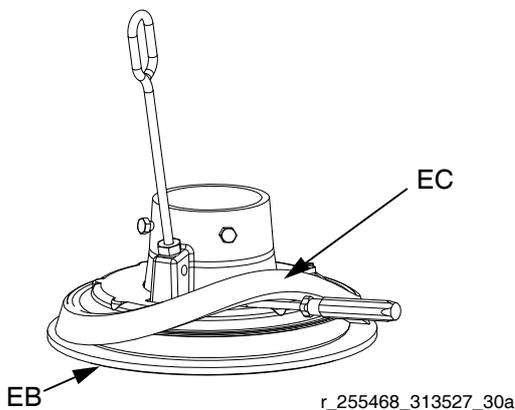

FIG. 17: Coulisement de l'entretoise
3. Ensuite, incliner l'entretoise (EC) à la main et sortez-la du plateau, en la rabattant par dessus la bride et les racleurs inférieurs (EB). Voir la FIG. 17.
4. Conserver l'entretoise (EC), car elle est nécessaire pour d'autres applications.
2. Veiller à ce que le grand diamètre de l'entretoise (EC) soit bien orienté vers le **bas**. Soulever l'entretoise (EC) à la main jusqu'à ce qu'elle soit entièrement au-dessus de la bride du cylindre. Voir la FIG. 17.